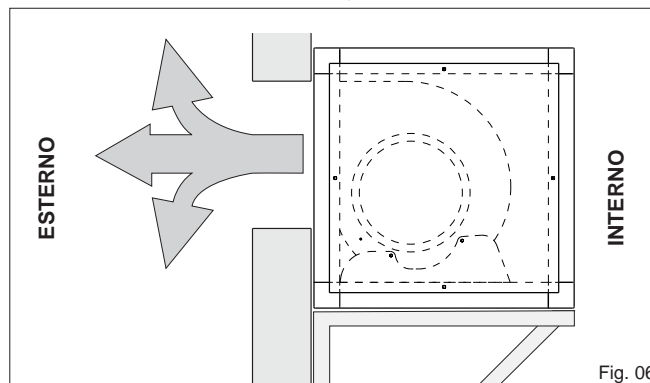

Fig. 06
- 1) Installazione all'interno dell'edificio (Fig. 06).